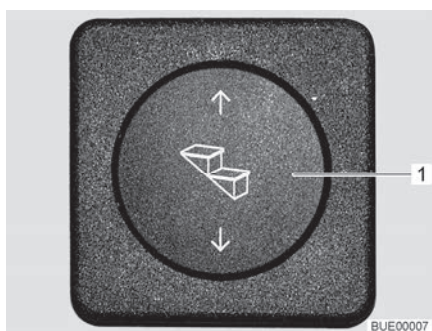

Bild 1 Reglage fotsteg
- Köra ut:* ■ Tryck nedtill på vippkontakten (Bild 1,1) tills fotsteget har körts ut helt.
- Köra in:* ■ Tryck upptill på vippkontakten (Bild 1,1) tills fotsteget har körts in helt.